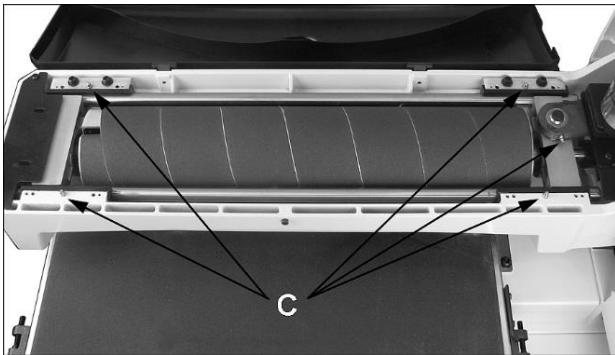

Рис. 10-2
- Производите смазку пяти опор (C, Рис. 10-2) каждые 150 рабочих часов. Смазывайте без излишков смазки.